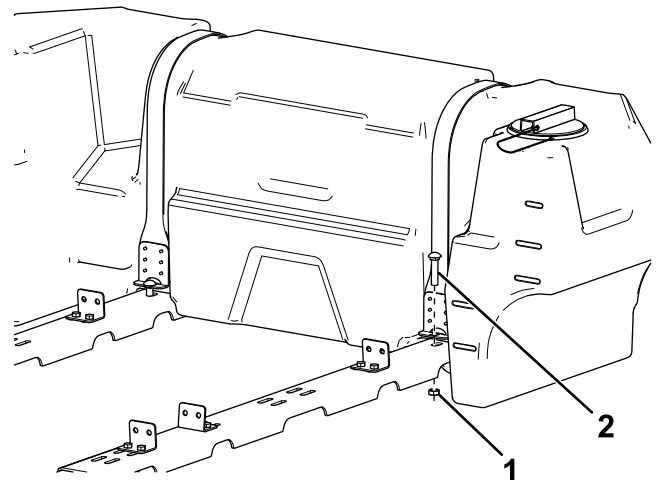

**Bild 5**
12. Setzen Sie die T-Enden der Tankgurte an der Rückseite der Rahmenholme ein und verdrehen Sie diese um 90°, um diese einzurasten (Bild 5).